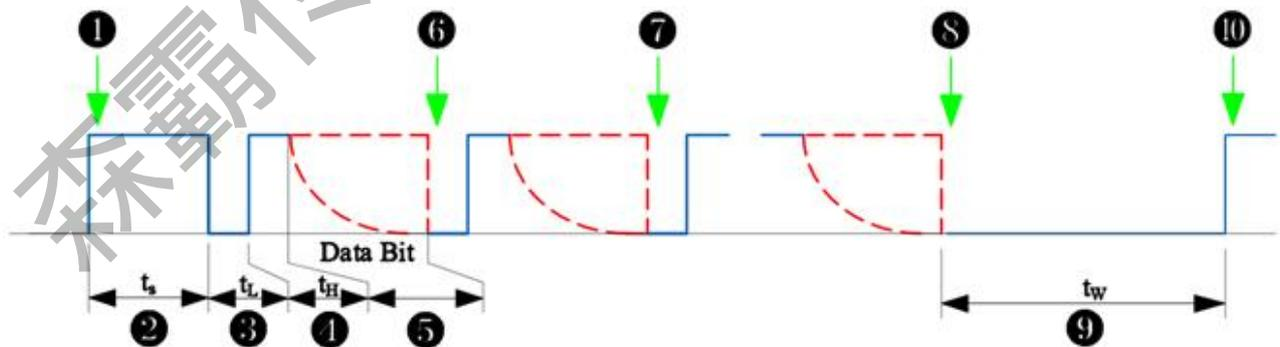

图 2
在这种读出模式下，如图 2 所示，微控制器忽略中断信号，强制 DOCI 线为高电平至少两个系统时钟周期，然后开始像中断模式读出数据一样，读出数据。为确保输出数据锁存器被更新，微控制器必须释放 DOCI 线（数据自动更新，同中断周期）或者强制 DOCI 线为低电平至少 64 个系统时钟周期（强制数据更新）。
- ① 微控制器忽略 S22-P330Y 中断有效信号，直接拉高 DOCI。
- ② 微控制器拉高 DOCI 线维持至少两个系统时钟周期（约 0.0625ms）。
③微控制器拉低 DOCI 线至少 200ns。
④微控制器在 DOCI 线上产生一个上升沿，且 DOCI 线上高电平维持至少 200ns。
⑤DOCI 线切换状态，输出数据的最高位 MSB。
⑥微控制器采样数据 MSB。
⑦重复③④⑤⑥，微控制器采样数据次高位。
⑧重复③④⑤⑥，微控制器采样数据最低位 LSB。
⑨读取数据完成后，微控制器强制 DOCI 低电平并维持至少 64 个系统时钟周期，以完成串口数据更新。或者如图 2 所示，微控制器强制 DOCI 低电平并立即释放 DOCI 线，按中断模式完成数据自动更新。
⑩重复①，开始新的读取周期。